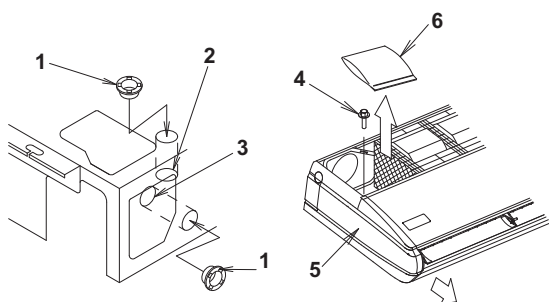

Bild 6
- Ta bort fästskruven på dekorpanelerna (en för varje), dra framåt (i pilens riktning) och ta bort dem. **(Se bild 6)**
- Ta ut tillbehören. **(Se bild 6)**
- Ta upp genomföringshålet på kabelinföringssidan på baksidan eller ovansidan och installera sedan den medföljande bussningen (10).